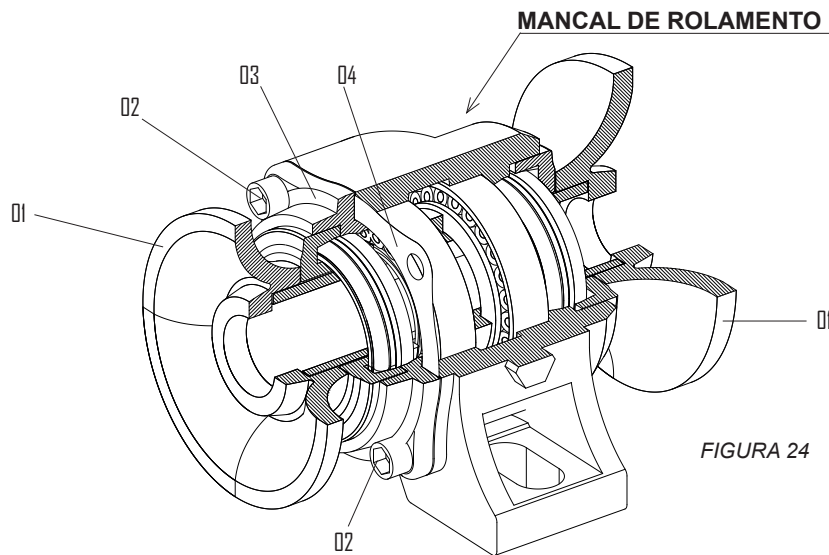

FIGURA 24
- Retire a arruela (1) figura 24.
- Soltar os parafusos (2) e retirar a tampa (3).
- Retirar 1 ou 2 juntas (4), da tampa do mancal.
- Recolocar novamente a tampa (3) e reapertá-la.
- Se persistir a folga, pode-se facear a tampa item 3, para aumentar a regulagem, em seguida monte a mesma no mancal com quantas juntas forem necessárias.
Não monte o mancal sem a junta, item 04 (Figura 24).